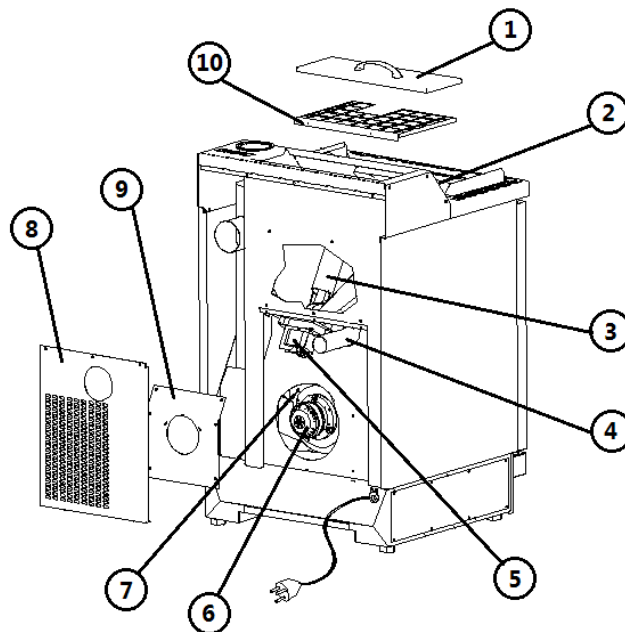

Fig. 38 - Vista posteriore
LEGENDA Fig. 38 a pag. 34
- Svitare le 3 viti del pannello ispezione + le 6 viti del carter aspiratore (vedi **Fig. 38 a pag. 34**).